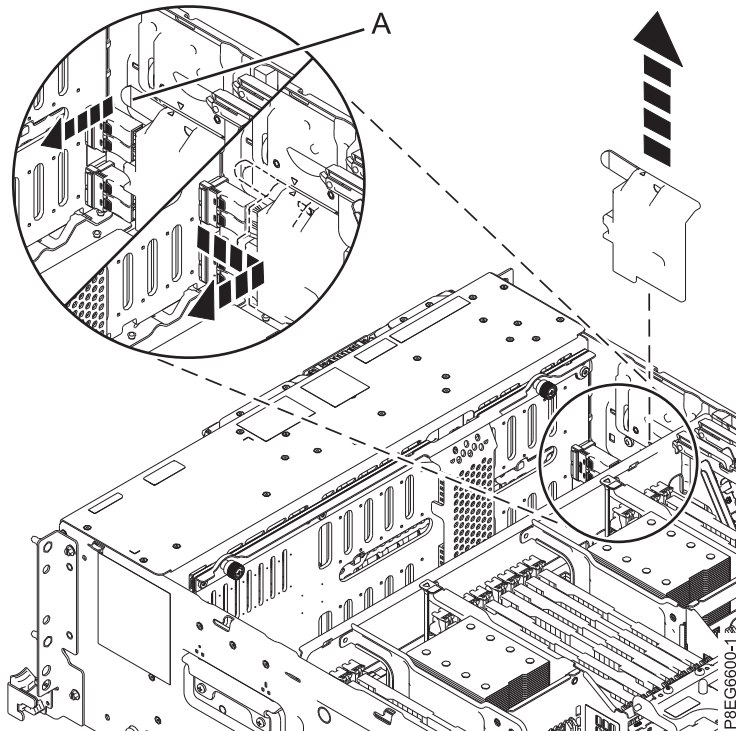

Figura 2. Extracción de la cubierta del cable SAS
3. Quite la cubierta del cable SAS frontal. Sujete el asa (**A**) y tire hacia fuera de la parte lateral del sistema. A continuación, deslice la cubierta a la parte posterior para extraerla como se muestra en la Figura 2 en la página 6.